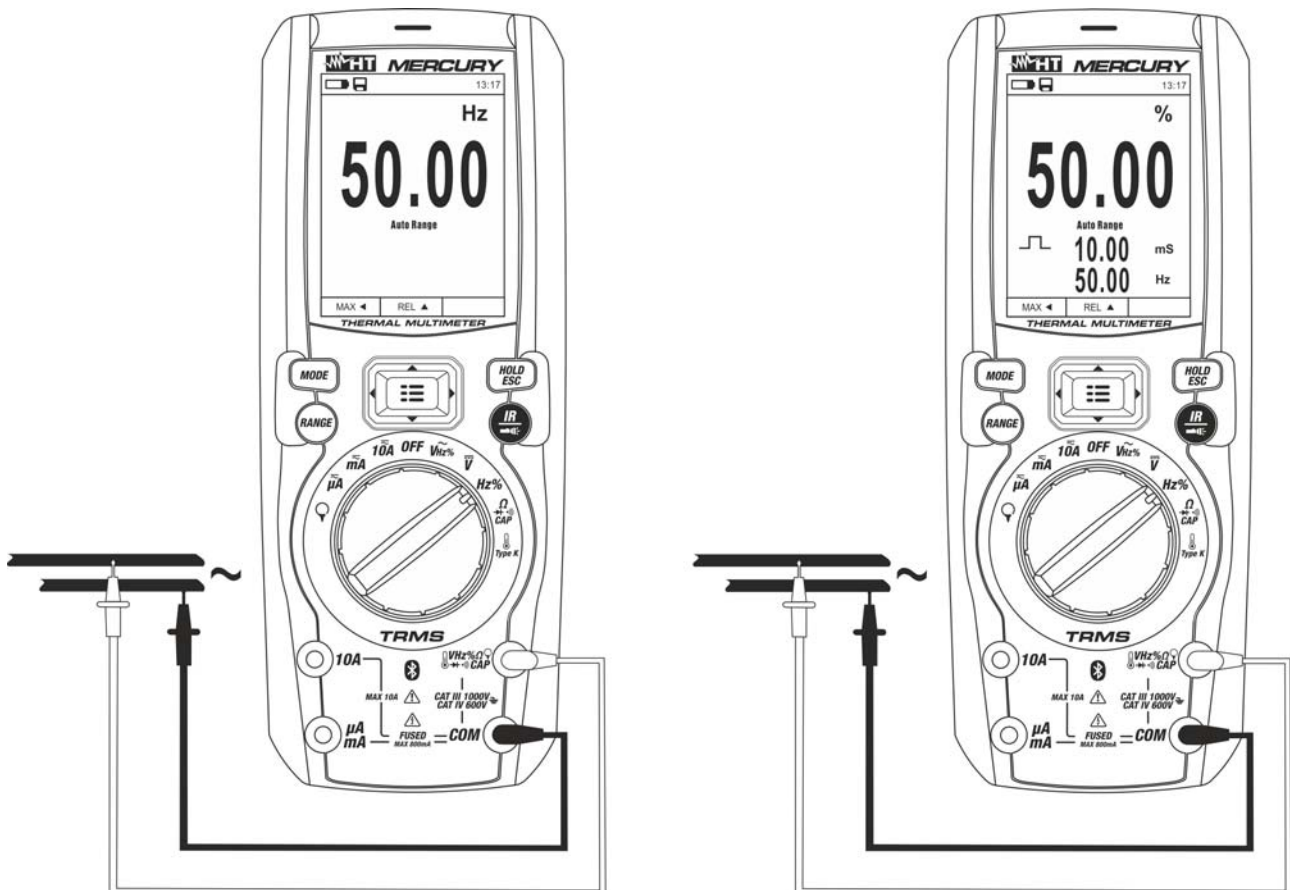

Fig. 23: Utilisation de l'instrument pour la mesure de Fréquence et Duty Cycle
4. Positionner l'embout rouge et l'embout noir dans les points du circuit sous test (voir la Fig. 23). La valeur de fréquence (Hz) ou duty cycle (%) apparaît à l'écran. Le diagramme à barres analogique n'est pas actif dans ces fonctions